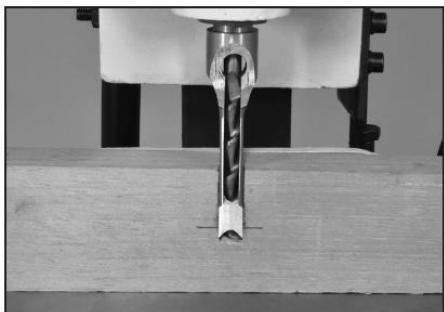

Рис. 13
1. Отметьте глубину паза на боковой стороне заготовки или доски из отходов. Установите резец и сверло, которыми будет нарезан паз, напротив этой отметки. Рис. 13.